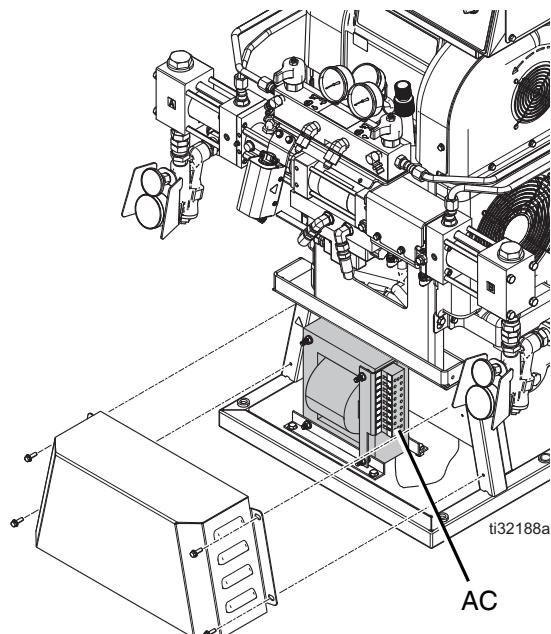

Рис. 13: Крышка трансформатора для шлангов
**ПРИМЕЧАНИЕ:** Датчик температуры жидкости (FTS) и подогреваемый гибкий шланг-проводок (D) должны использоваться вместе со шлангом с подогревом. Длина шланга, включая гибкий шланг-проводок, должна составлять не менее 18,3 м (60 футов). С данным дозирующим устройством можно использовать шланг максимальной длиной 94,5 м (310 футов).
2. Снимите крышку трансформатора. См. Рис. 13.
4. Установите крышку трансформатора на место. См. Рис. 13.